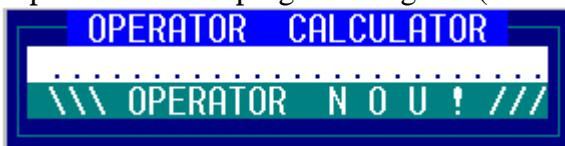
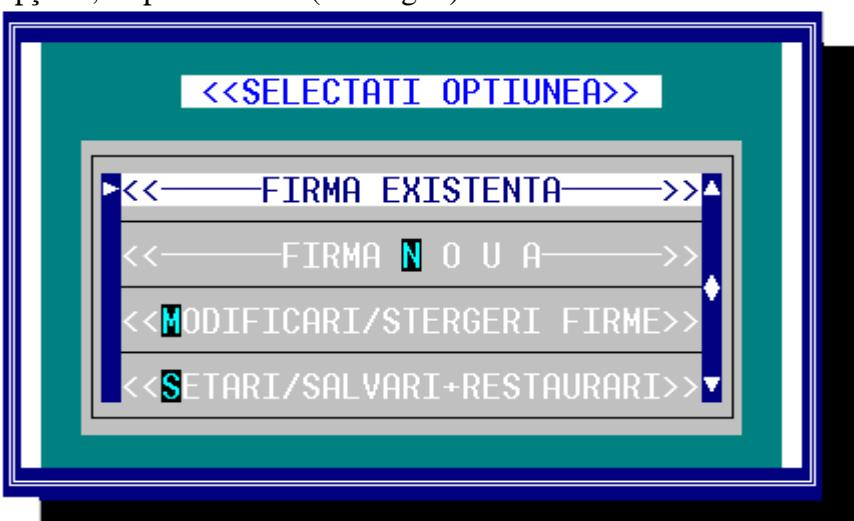

Fig.2
Fig.3
În momentul lansării, apare un prim ecran de prezentare a programului **EVIMOB**, cuprindând numele acestuia, numele firmei producătoare, versiunea de program etc.. În continuare se ajunge la prima decizie: fixarea sau alegerea numelui pentru “operator calculator”. Fereastra de selecție conține la prima intrare în program imaginea (vezi fig.2):
**2.1.2.1** În momentul depășirii etapei de selecție a operatorului, programul intră în prima fereastră de opțiuni, cu patru ramuri (vezi fig. 3):
**2.1.2.2** Dacă dorim să ținem evidenței unei **firme noi**, evident vom alege opțiunea: “FIRMĂ NOUĂ” (vezi fig.3). Această selecție ne introduce într-o fereastră de scriere cu mai multe linii orizontale în care se completează datele esențiale de identificare a firmei noi, pe care în acest moment o adăugăți în lista de firme (vezi fig.4).
Alegerea opțiunii TERMINARE din fereastra principală de selecție a modulelor (fig.1), determină posibilitatea ieșirii către sistemul de operare Windows (părăsire efectivă a aplicației **EVIMOB**) sau trecerea la o ALTĂ FIRMĂ, pentru a efectua operațiuni într-o altă evidență (vezi fig.5). Pe varianta ALTĂ FIRMĂ se revine la selecția OPERATOR CALCULATOR – v.fig.2 (dacă sunt mai mulți) sau direct la fereastra inițială de selecție (fig. 3), cu opțiunile : firmă existentă, firmă nouă, modificări / ștergeri, setări/salvări+restaurări.